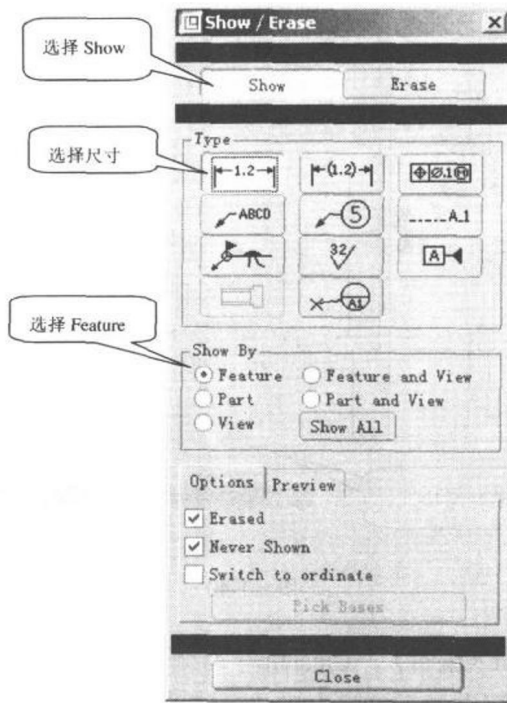

图 1-37
- ⇒ [在“Show/Erase（显示/拭除）”对话框中的“Type（类型）”中单击  按钮，在“Show By（显示方式）”中选择“Feature（特征）”，如图 1-37 所示。]